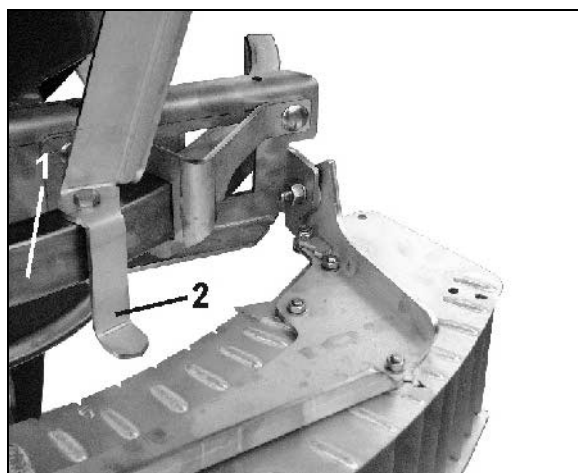

Fig. 60
2. Skyv begrensningsskjermen så langt inn på føringsbøylen (Fig. 60/1) at viseren (Fig. 60/2) peker på den innstilte verdien fra spredetabellen (Fig. 58).